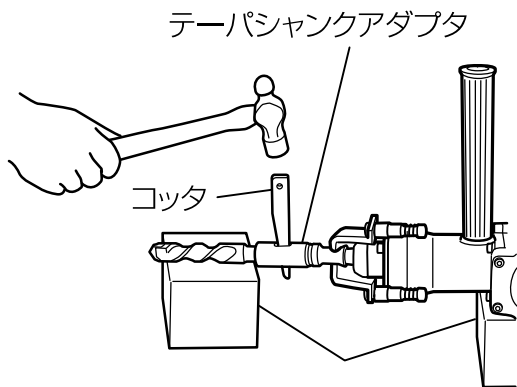

図 11
- (4) テーパシャンク付ドリルの取りはずしは、テーパシャンクアダプタの長穴部分にコッタを入れ、下に台を置いてコッタの頭を手ハンマでたたいてはずします。(図11)